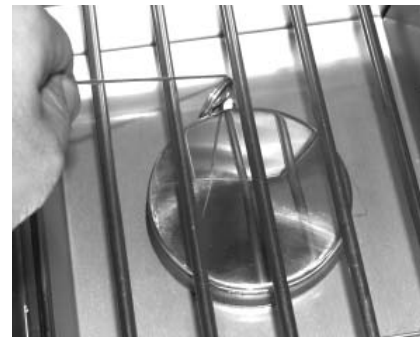

Fig. 18-2 - Éclairage manuel
2. Insérez un allumeur brûlant de butane de long-baril, une allumette brûlante de long-tige, ou une allumette brûlante tenue par un support de prolongation de fil par la grille à cuire s'ouvrant au brûleur (fig. 18-2). Tenez la flamme contre le bord du brûleur.
4. Si le brûleur ne se allume pas dans les cinq (5) secondes de tourner le bouton de commande, enfoncez immédiatement le bouton et tournez la valve à AU LOIN. ATTENDEZ CINQ (5) MINUTES avant de répéter les étapes 2 à 4 des instructions manuelles d'éclairage.